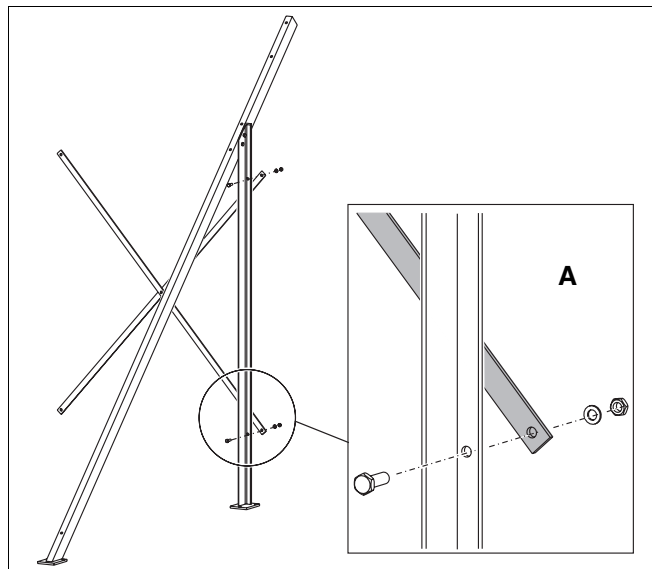

Fig. 6 Montaje de los soportes diagonales
- ▶ Para formar la cruz posterior, atornille los dos soportes diagonales (fig. 6, **pos. 1**) en el centro con el tornillo M8 x 20, la tuerca y la arandela.
- ▶ Monte los soportes diagonales verticalmente en el apoyo corto con ayuda de los tornillos M8 x 20, las tuercas y las arandelas (fig. 6, **pos. A**). Apriete las tuercas sólo manualmente.